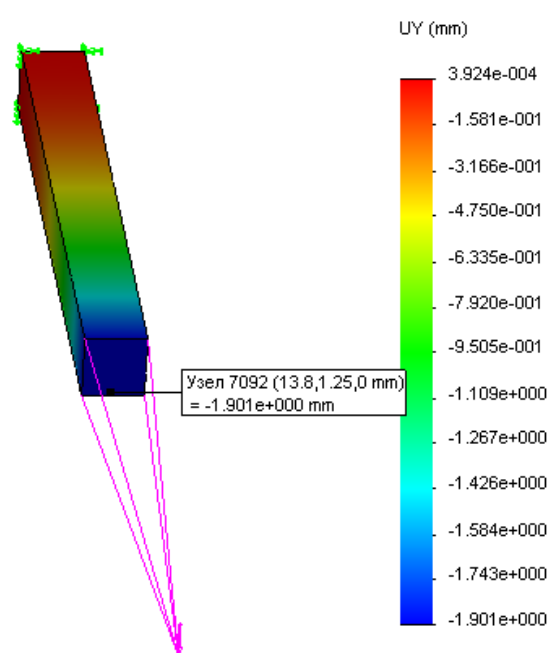

Рисунок 3.8 – Эпюра вертикального перемещения в направлении глобальной оси Y
3. Эпюра вертикального перемещения в направлении глобальной оси Y (UY) (рис. 3.8).